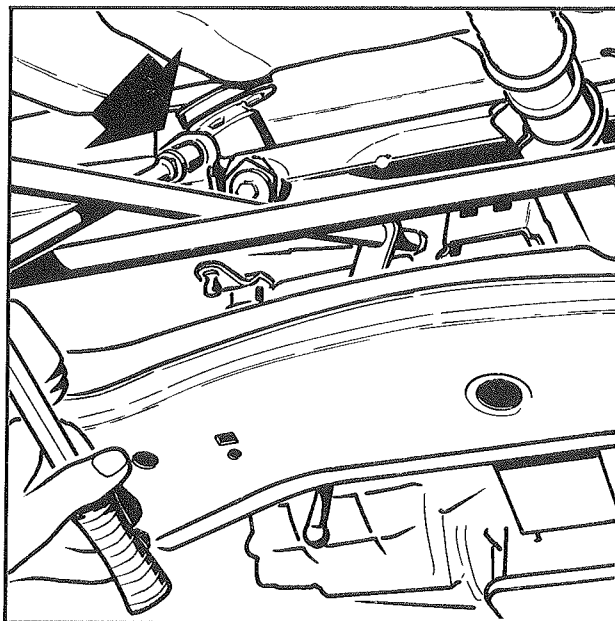

Fig. 6
- Déposer les 4 vis de fixation de la crémaillère sur ses supports (fig. 6).